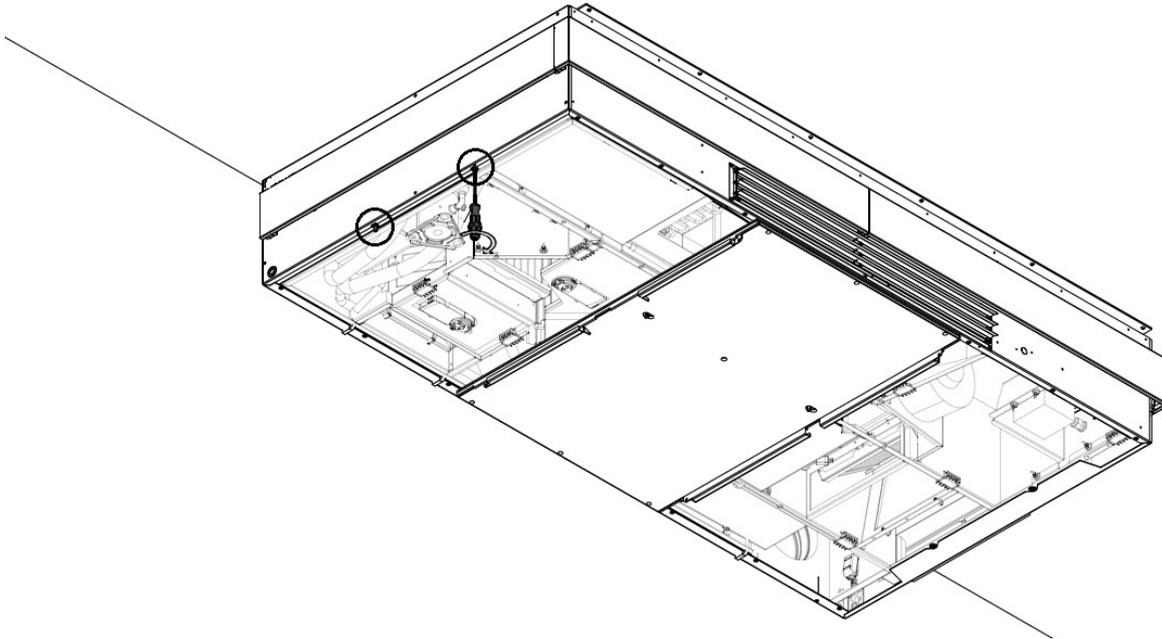

Abbildung 37: Einschrauben von zwei lange Schrauben in den linken Rahmen
- Schrauben Sie zwei der langen Schrauben in den Rahmen auf der linken Seite, siehe Abbildung 37. Denken Sie daran, dass zwischen dem Rahmen und dem Schraubenkopf mindestens 10 mm für das Schlüsseloch verbleiben müssen.